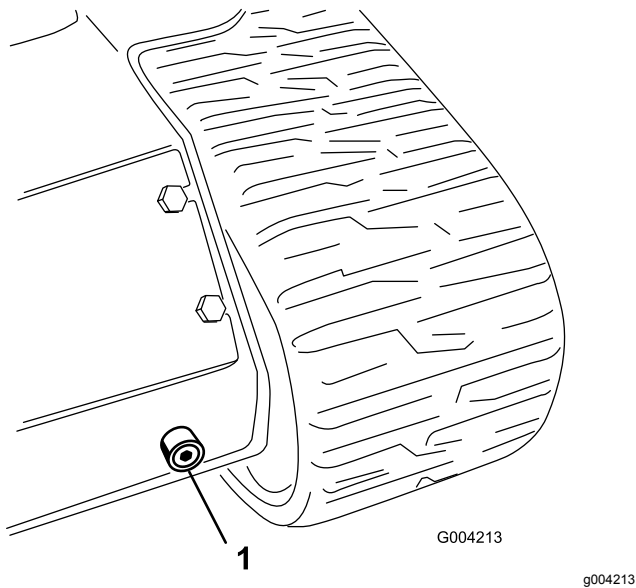

Bild 62
6. Stellen Sie eine große Auffangwanne (Fassungsvermögen von 57 l) unter die Ablassschraube vorne an der Maschine (Bild 62).
7. Entfernen Sie die Ablassschraube und lassen das Öl in die Auffangwanne abfließen (**Bild 62**).